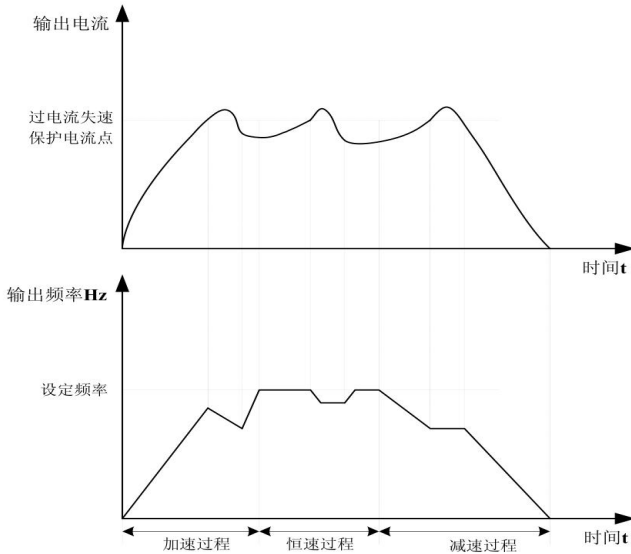

图 F12-1 过流失速保护示意图
**过流失速：**当变频器输出电流达到设定的过电流失速保护电流（F12.06）时，变频器在加速运行时，降低输出频率；在恒速运行时，降低输出频率；在减速运行时，放缓下降速度，直到电流小于过电流失速保护电流（F12.06）之后，运行频率才恢复正常。详见图 F12-1 所示。**过电流失速保护电流：**选择过流失速功能的电流保护点。超过此参数值变频器开始执行过电流失速保护功能。该值是相对电机额定电流的百分比。**过流失速增益：**用于调整在加减速过程中，变频器抑制过流的能力。此值越大抑制过流能力越强。在不发生过流的前提下，该增益设置的越小越好。对于小惯量的负载，过流失速增益宜小，否则引起系统动态响应变慢。对于大惯量的负载，此值宜大，否则抑制效果不好，可能出现过流故障。在惯性非常小的场合，建议把过流抑制增益设置小于 20。当过流失速增益设置为 0 时，取消过流失速功能。